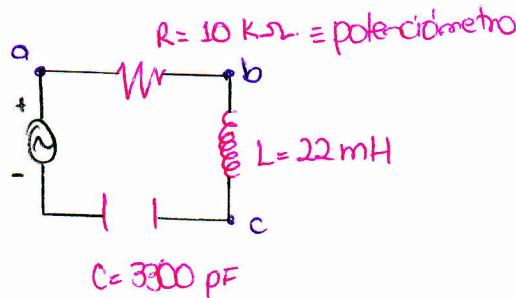

Fig. 4
- Debe insertarse el circuitoizado en el laboratorio, como el mostrado en Fig 4.